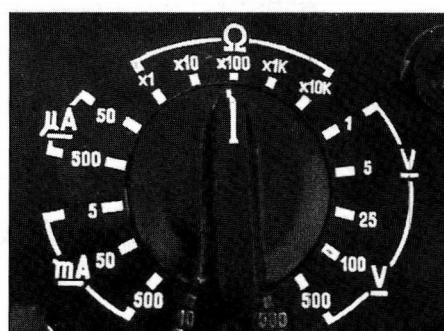

图 1-2 量程开关
(2) 量程开关的选择。指针式万用表的量程开关如图 1-2 所示。量程的选择应遵循的原则为：先选挡位，后选量程；从大到小，逐级递增。